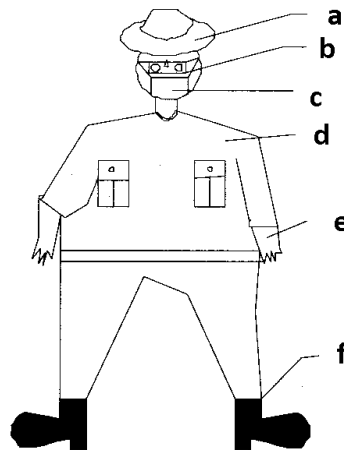

Fig. 7
2. Les vêtements de protection. Fig. 7. Les opérateurs devraient porter: